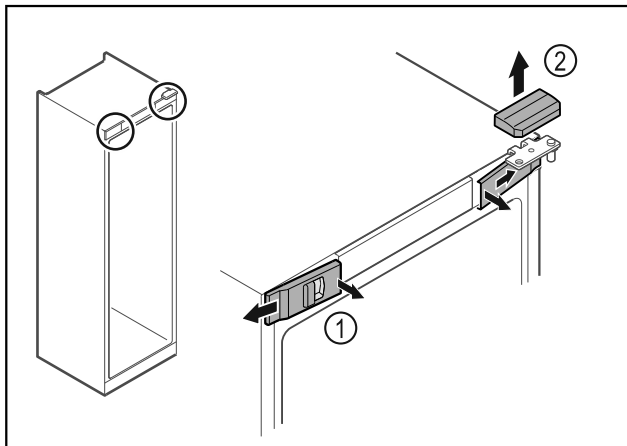

Fig. 17
- ▶ 从内侧松开前盖板 Fig. 17 (1)并移到一旁。
- ▶ 朝上取下上盖板 Fig. 17 (2)。